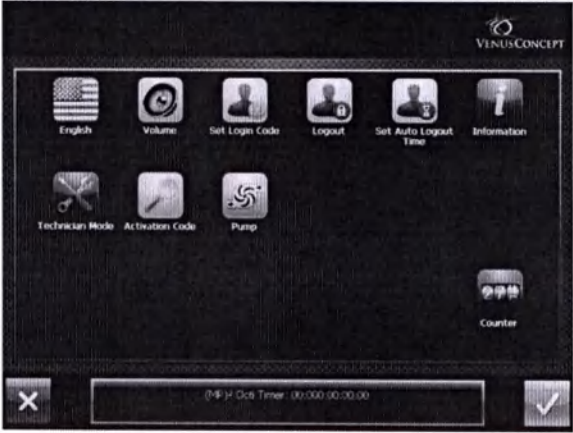

Рис. 17. Экран инструментов
На рис. 18 показана панель состояния, которая видна в нижней части экрана инструментов на рис.17.
- На экране процедур нажмите кнопку **Tools** ; появится экран инструментов, как показано на Рис. 17.